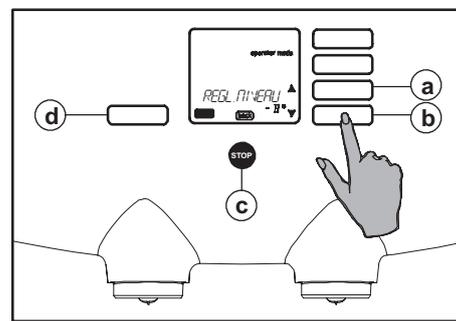

Fig. 73 Définition +/- nombre %
4. Appuyez sur le bouton Enter (fig. 73 d). L'écran affiche le pourcentage défini (fig. 73).
5. Avec les boutons de défilement ▲ (fig. 73 a ou b), sélectionnez le niveau d'arôme souhaité.
6. Appuyez sur le bouton Enter (fig. 73 d) pour confirmer le paramètre.
7. Appuyez ensuite sur le bouton Stop (fig. 73 c) pour quitter la programmation.